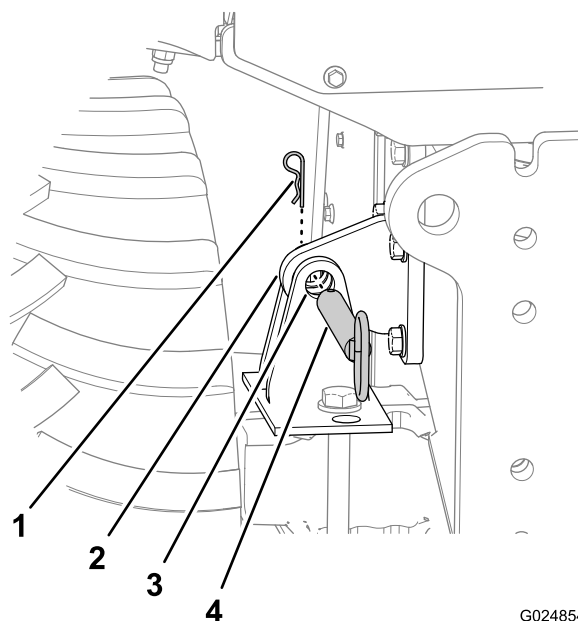

Figura 44
1. Rimuovete la coppia che fissa il perno di blocco dell'inclinazione alla staffa di blocco del telaio (Figura 44).
2. Rimuovete il perno di blocco dell'inclinazione dai fori nella staffa di blocco del telaio e nella staffa di blocco dell'assale (Figura 44).
1. Utilizzate l'interuttore dell'inclinazione per allineare il foro nella staffa di blocco del telaio con i fori nella staffa di blocco dell'assale (Figura 44).
4. Inserite completamente il perno di blocco dell'inclinazione attraverso i fori orizzontali nella staffa di blocco del telaio e nella staffa di blocco dell'assale (Figura 44).
5. Fissate il perno di blocco dell'inclinazione alla staffa di blocco dell'assale con la coppiglia (Figura 44).